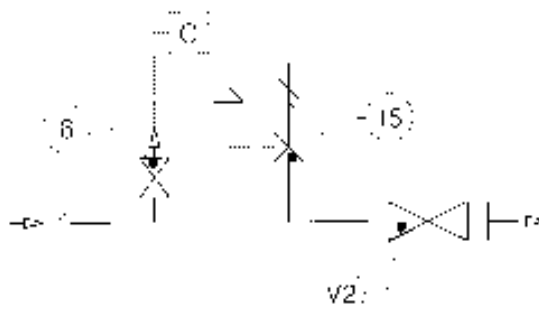

Fig. 5
3.1.1 INSTALLAZIONE DIRETTA SULLA LINEA (FIG. 5)